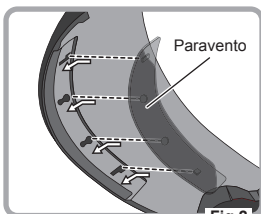

Fig.2
2. Vedere la Fig.2. Premere il gancio sul paravento nei fori all'interno della mentoniera. Agganciare la parte come indicato dalle frecce.